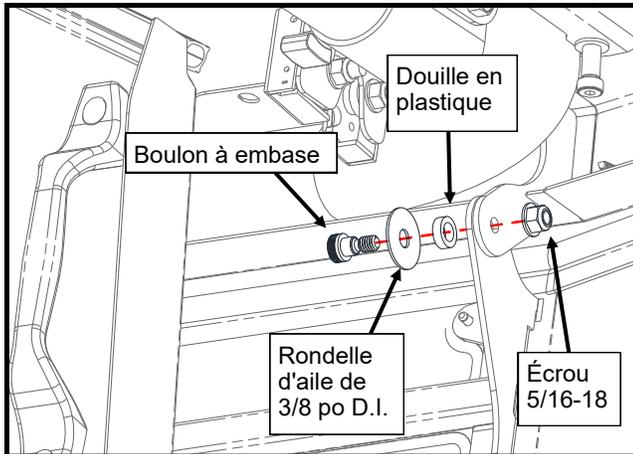

Figure 9.1 : Fixation de panneau arrière supérieur
- 9.1 En se faisant aider, aligner le panneau arrière supérieur sur les pattes de charnière du longeron supérieur, avec les pattes de panneau arrière à l'intérieur des pattes de longeron arrière. Fixer le panneau arrière supérieur au longeron arrière avec deux vis à embase, des rondelles de 3/8 po de D.I., des entretoises en plastique et des écrous de 5/16 po (voir Figure 9.1). Serrer au couple de 16 lb-pi (21,5 N-m).